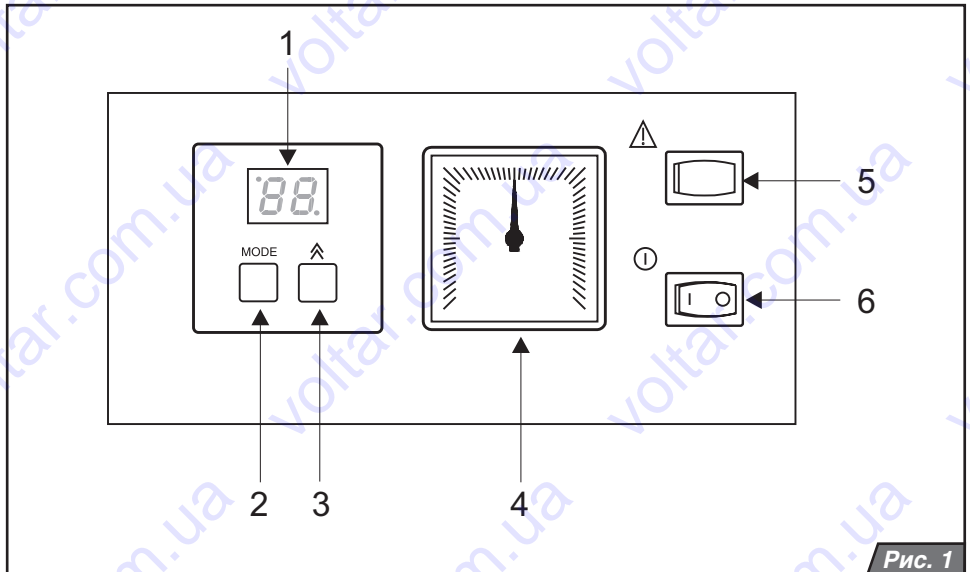

Рис. 1
Головний вимикач (рис. 1, поз.6) призначений для включення і виключення котла. Його розміщено в правій частині панелі управління.
Опис елементів управління (рис. 1):
Тиск ОВ в котлі показує манометр (рис.1, поз.4).
У випадку, якщо до котла не приєднаний датчик температури емкісного водонагрівача, натисніть кнопку MODE 1раз (рис.1,
ПОЛУМ'Я. Таке блокування може виникати у тих випадках, коли, газовий клапан відкритий, а автоматика розпалу не отримує зворотній сигнал про наявність полум'я від іонізаційного електроду. Котел відключиться, і на дисплеї засвітиться F1. Ця несправність також може бути викликана спрацюванням датчиків безпеки - аварійного термостата і термостата продуктів згорання. Низький тиск газу на вході котла (менше 8 мм.вод.ст.), неправильне електричне з'єднання (невитримана полярність підключення фази і нуля) також можуть бути причиною втрати полум'я. Для розблокування несправності натисніть кнопку RESET (рис.1, поз.5). Якщо за допомогою кнопки RESET несправність усунути не вдається, зверніться в сервісну організацію.
Переведіть головний вимикач (рис. 1, поз. 6) в положення (I). Котел вмикається і починає нагрівати воду в водонагрівачі (якщо останній підключений до котла). Після нагріву ГВП котел перейде в режим опалення (за умови, що температура води в системі ОВ нижче заданої). У випадку захисного відключення котла на панелі управління засвітиться повідомлення про
несправність (див. „Повідомлення про помилки“ стор.8). За допомогою кнопки RESET (рис. 1, поз. 6) розблокуйте котел. Якщо захисне відключення повториться, або неможливо здійснити розблокування котла, зверніться в сервісну організацію.